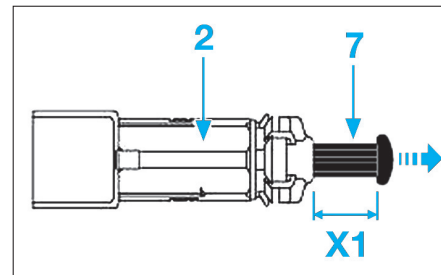

Fig. 15
- Remplacer l'axe (3).
- Sur le contacteur de pédale d'embrayage, mesurer la cote du piston (7). Si la cote (X1) est inférieure à 15 mm, tirer avec précaution sur l'extrémité du piston (7) pour régler la cote entre 15 mm minimum et 17 mm maximum (Fig.15).